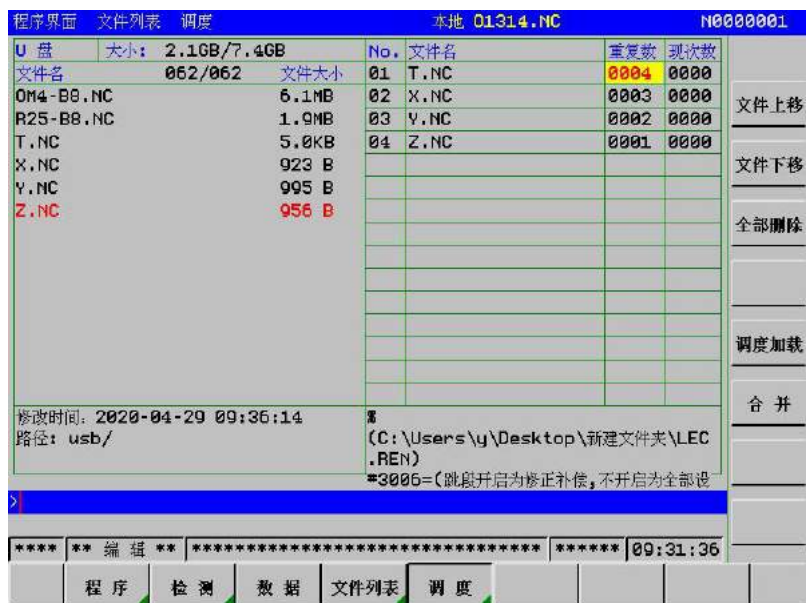

图 3-2-51
- (1) 将黄色光标移至右侧窗口内，当系统加载了 U 盘时，右侧窗口内文件列表可通过 、 切换本地文件列表与 U 盘文件列表，如图 3-2-51 所示。
- (2) 按需选择*.NC 文件，按 **添加** 进行逐次添加调度文件操作。
- (3) 黄色光标移至左侧时，可对已添加的调度文件进行排列，通过 **文件上移**、**文件下移** 进操作。
- (4) 移动光标到重复次数数据框内时，可键入数字按  键修改程序重复执行次数。